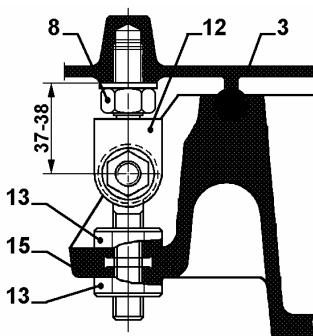

Рис.13
1. Определите, в какую сторону наиболее удобно будет для вас открывать нижнюю дверцу котла. Затем вкрутите до упора две шпильки (11).
2. Уплотните пенькой резьбовые поверхности петель навески (12) и вверните их во фронтальную секцию, выдерживая размеры, указанные на рис.13. Зафиксируйте соединение, используя гайки (8)
Указанный (на рис.13) размер достигается ослаблением вертикальной части петли навески.